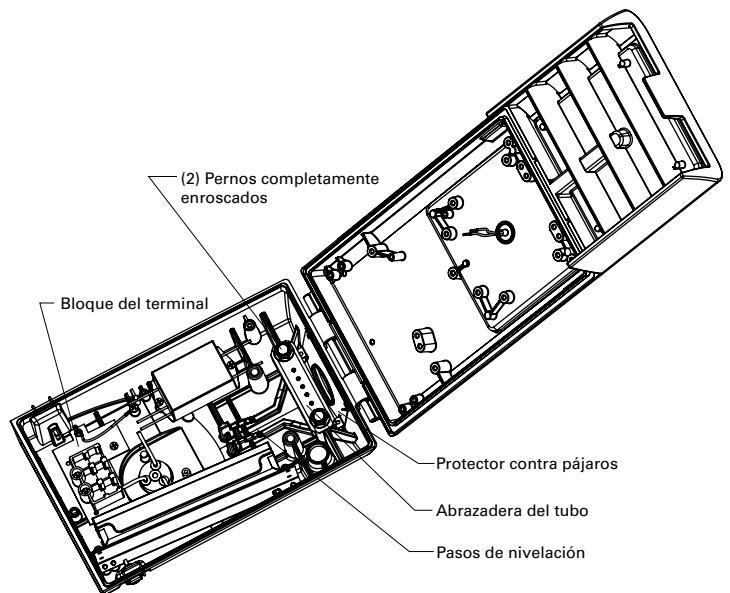

FIG. 2
PASO3. Utilizando un toma de 1,43 cm (9/16"), afloje los dos (o cuatro opcionales) pernos de montaje de la abrazadera del tubo lo suficiente como para permitir que el brazo de montaje (no incluido) se deslice dentro de los pasos de nivelación. **FIG. 2**